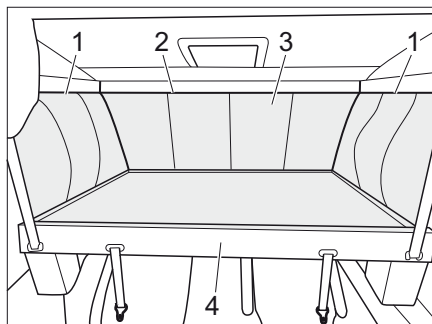

Bild 83 Åtkomst till rullgardinskassetten
- Sänk den höjbara sängen (Bild 83,4) (se kapitel 7.15.3).
- För att lossa överdraget till den höjbara sängen (Bild 83,3) ska du dra upp sidodragkedjorna (Bild 83,1) i det övre området från framsidan till baksidan liksom det främre området (Bild 83,2).
- Dra av överdraget (Bild 83,3) (kardborrfäste).